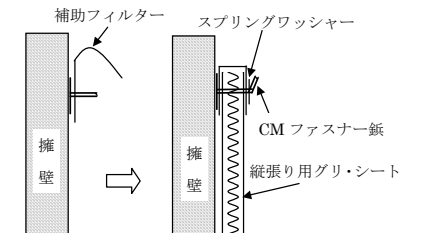

図 II-3 「グリ・シート」の上端部処理
- (1) CMファスナー鋸の接着強度を確認した後、「グリ・シート」を墨出しに従い取付ける。(夏場3時間、冬場16時間程度経過後を目安とする。)
- (2) 横張り用「グリ・シート」の耳部を上にして、最下端列のCMファスナー鋸に差込みスプリングワッシャーで押さえ込んだ後、ピン先を折り曲げて固定する。
- (3) 補助フィルターを最上部のCMファスナーに取付ける。(図II-3左)
- (4) 縦張り用「グリ・シート」を横張り用「グリ・シート」の芯材に直接突合わせてCMファスナーで止める。この時、縦張り用「グリ・シート」の最上段列と最下段列のファスナーは補助フィルターと横張り用「グリ・シート」のフィルター耳を差し込んでからスプリングワッシャーで止める。
- (1) 縦張り用「グリ・シート」の上端部から土砂等が流入しないように補助フィルターで覆い、処理する。(図II-3)